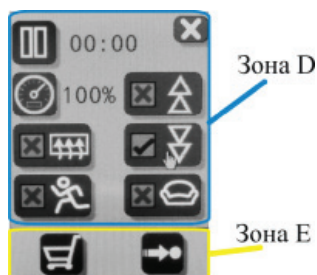

Рисунок 5.6 – Дисплей режима настройки процедуры
5.4 Дисплей режима настройки процедуры (см. рис. 5.6)